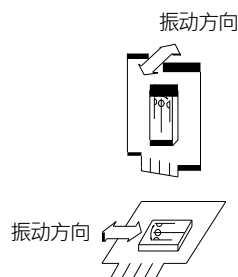

图 15
5.2.1 耐振动冲击性 比较理想的安装方法是使触点的动作方向及衔铁的动作方向与振动冲击方向成直角。尤其是在线圈未通电状态下，常闭触点的耐振耐冲击性较弱，如果安装方向适当将能保证它的性能。如图 15。